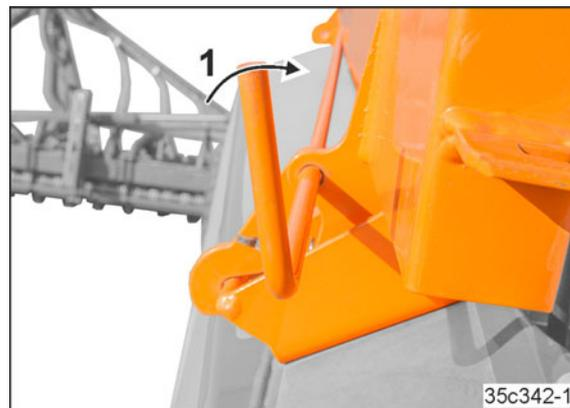

Рис. 228
1. Ослабьте блокиратор крышки (Рис. 228/1)